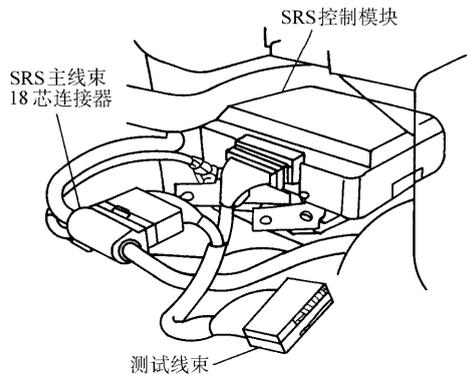
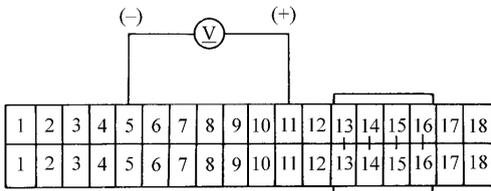

图 3-157 将测试线束连接在 SRS 控制模块和 SRS 主线束 18 芯连接器之间
图 3-158 测量接线柱 A11 (+) 和 A5 (-) 之间电压
6	检查 SRS 指示器线路输入电压 步骤： (1) 断开点火开关 (2) 将测试线束连接在 SRS 控制模块和 SRS 主线束 18 芯连接器之间（图 3-157） (3) 将跨接线按图示连接到测试线束 B 的 A 排（SRS 控制模块接头）和 B 排（SRS 主线束接头）的接线柱 13 号、14 号、15 号和 16 号上。注：注意不要将跨接线连到其他接线柱上 (4) 将电压表连接在接线柱 A11（+）和 A5（-）之间（图 3-158） (5) 接通点火开关（II），测量电压 (6) 点火开关接通（II）后 6s 时电压为 8.5V 或 8.5V 以下吗